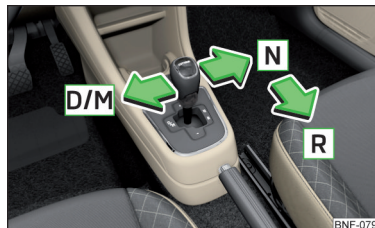

Fig. 92
Ved at flytte gearvælgeren kan den placeres i en af de efterfølgende positioner » Fig. 92.
- Tryk gearvælgeren til den fjedrede position i pilens retning » Fig. 92 på side 74, og vælg position **D**.